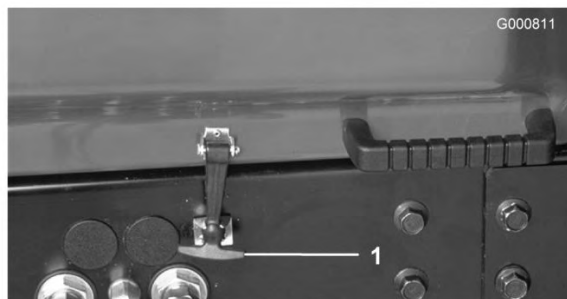

Figura 29
1. Aparque la máquina en una superficie nivelada. Desenganche el cierre del capó y levante el capó (Figura 29).